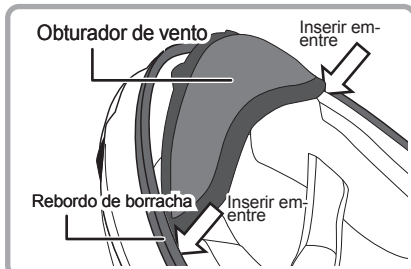

Fig. 2
2. Introduzir a entretela de ambos os lados do obturador de vento entre a parte da frente da almofada e o rebordo de borracha. (Fig.2)